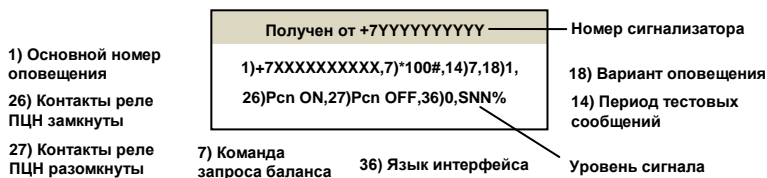

Рис.6 Пример SMS с настройками
Сигнализатор отправляет на номера оповещения SMS об изменении состояния контактов реле (рис.4) и/или звонит на номера оповещения (в зависимости от настроек – см. табл.4, параметр №18). На основной номер оповещения так же приходят сообщения о добавленных номерах (п.2.4), сообщения с настройками (рис.6) и тестовые сообщения содержащие баланс.
4. По окончании одной минуты после последнего звонка, сигнализатор отправит на основной номер оповещения SMS с настройками (рис. 6), перейдет в «Дежурный» режим и произведёт оповещение о состоянии контактов реле (согласно п.1.5.4).